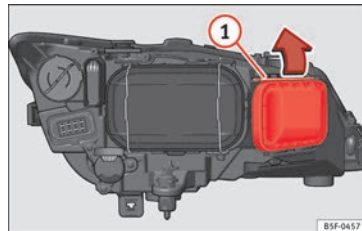

Bild 106 Glödlampa till blinkers.
- För öglorna » bild 106 ① i pilens riktning och ta bort locket.